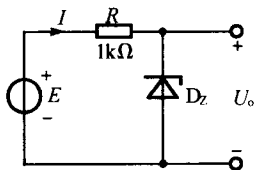

图 14.12
14.2.6 如图 14.12 所示电路中, 已知稳压管 2CW17 的参数为: $U_Z = 10 \text{ V}$, 稳定电流为 5 mA , 额定功耗 $P_Z = 250 \text{ mW}$ 。试求电压源 E 分别为 8 V 、 18 V 、 -6 V 时的 U_o 和电流 I 的大小各为多少? 为使电路正常稳压, E 的最大允许值为多大?